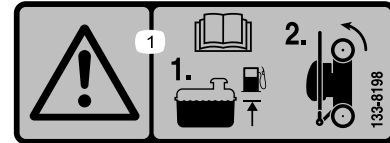

Bild 15
1. Stellen Sie sicher, dass der Stand des Kraftstoffs im Kraftstofftank nicht höher ist, als vom Motorhersteller empfohlen, siehe den Motoraufkleber des Herstellers auf dem Motor (Bild 15).